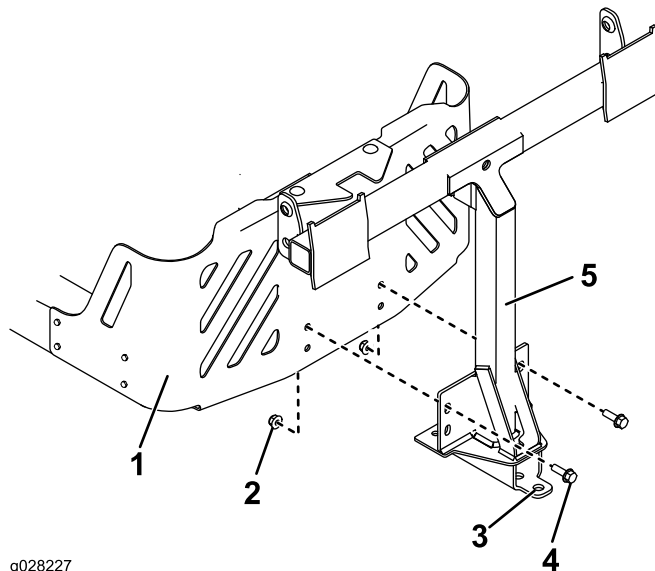

Bild 11
2. Befestigen Sie den Drehrahmen an der Maschine, wie in Bild 11 abgebildet. Befestigen Sie den Drehrahmen mit zwei Schrauben (5/16" x 1") und zwei Sicherungsmuttern (5/16") am Maschinenrahmen.